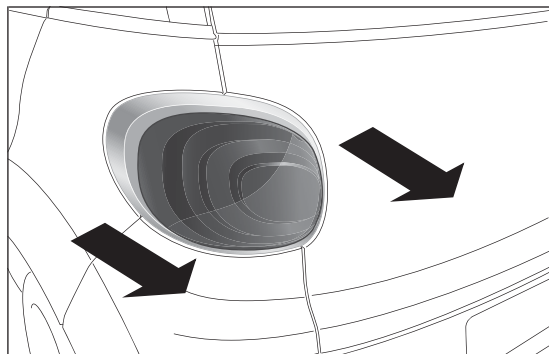

fig. 172
- ☐ estrarre il gruppo ottico sfilandolo con entrambe le mani nel senso indicato dalla frecce fig. 172;